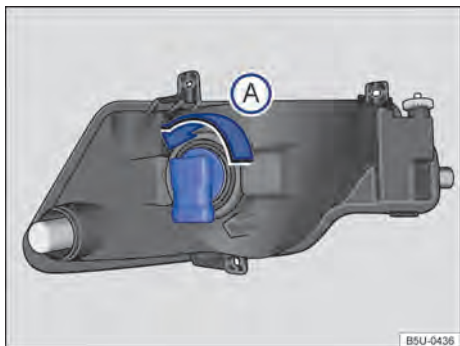

Fig. 154 Atrás do para-choque dianteiro: acesso à lâmpada incandescente do farol de neblina.
- 3 Girar o soquete da lâmpada → Fig. 154, no sentido anti-horário da seta (A), e desencaixá-lo do alojamento.